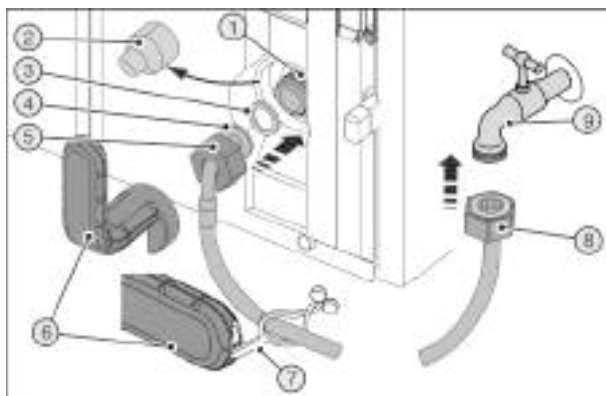

Fig. 28
Сломанный вспомогательный инструмент Fig. 28 (6)!
- Вспомогательный инструмент Fig. 28 (6) использовать только при комнатной температуре.
- Снять крышку Fig. 28 (2).
- Облегченный монтаж: Выложить прямой конец шланга Fig. 28 (8) влево на землю.
- До конца сдвинуть гайку Fig. 28 (5) через конец шланга в виде угла Fig. 28 (4) и удерживать.
- Смочить уплотнение Fig. 28 (3) и вдавить в гайку Fig. 28 (5).
- Уплотнение Fig. 28 (3) прилегает и слегка поддерживается.
- Затяните гайку Fig. 29 (1) с помощью вспомогательного инструмента Fig. 28 (6) по часовой стрелке, пока не будет достигнут максимальный момент затяжки и вспомогательный инструмент Fig. 28 (6) начнет прокручиваться.
- Навинтить гайку Fig. 28 (8) на запорный кран Fig. 28 (9).
- Затяните гайку Fig. 28 (8) с помощью вспомогательного инструмента Fig. 28 (6) по часовой стрелке, пока не будет достигнут максимальный момент затяжки и вспомогательный инструмент Fig. 28 (6) начнет прокручиваться.
- Откройте запорный кран Fig. 28 (9) системы подвода воды и проверьте герметичность всей водяной системы.
- Зацепить накладку Fig. 28 (7) в вспомогательном инструменте Fig. 28 (6) и для хранения закрепить на шланге из высококачественной стали.